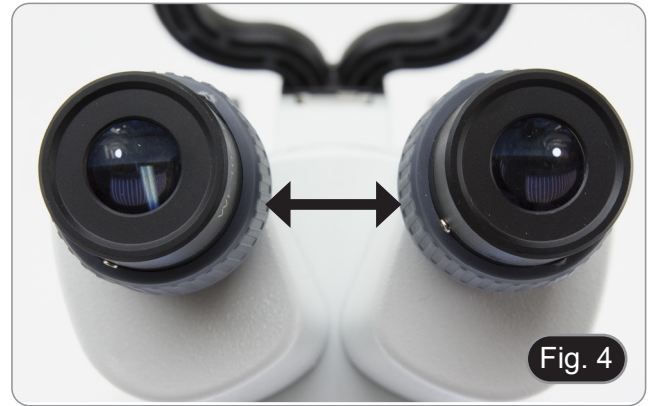

Fig. 4
- Erscheinen zwei sich überlappende Kreise, ist der Augenabstand zu klein. (Fig. 4)